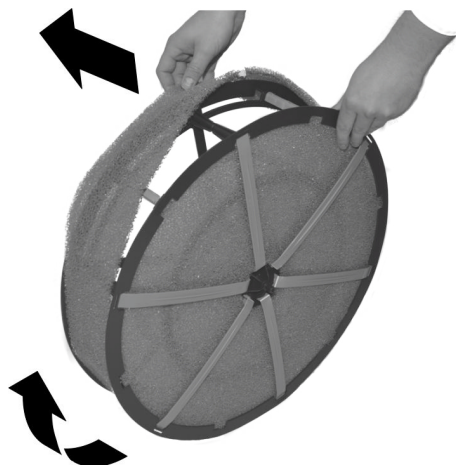

Abb. 22: Äußeren Verdunstfilter abziehen
3. ➤ Äußeren Verdunstfilter abziehen (Abb. 22).